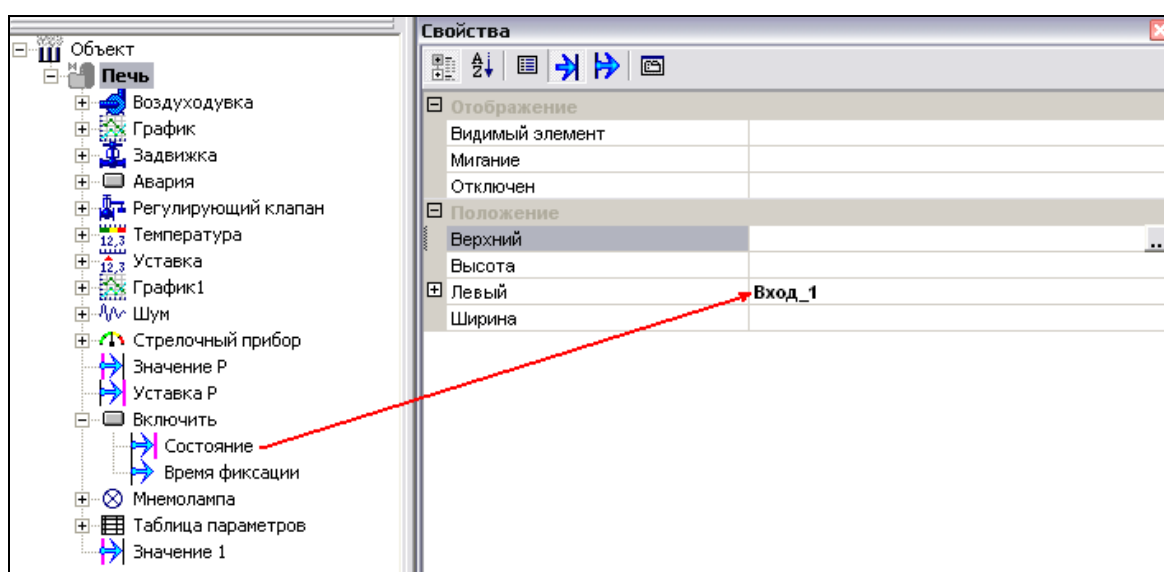

Рис. 65. Добавление переменной на вход мнемосхемы
3. Далее достаточно перетащить переменную из дерева MasterSCADA в соответствующее поле на панели «Свойства». Переменная добавляется в список входов или выходов мнемосхемы, если ее не было в нем до этого. Выбираем в «Дереве объектов» элемент «Включить/Состояние» и перетаскиваем в категорию «Положение/Левый» в поле на панели «Свойства», как показано на рис. 65.